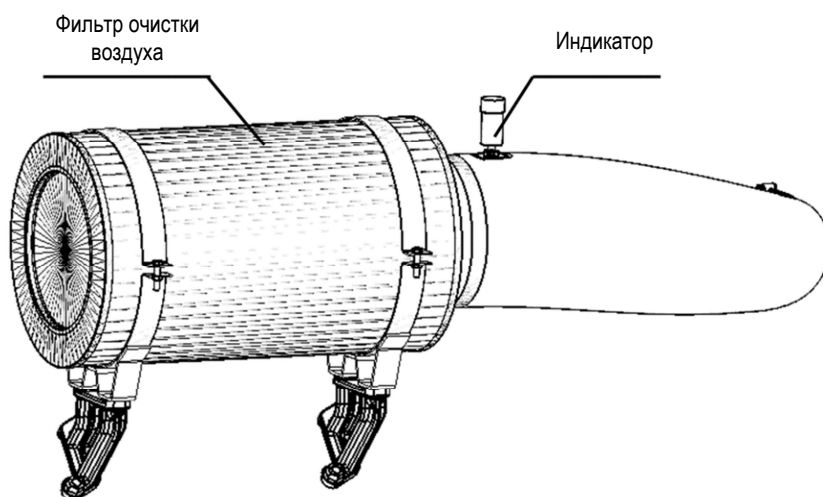

Рисунок 5-7 Воздушный фильтр - проверка на засорение
1) Проверьте, не горит ли индикатор воздушного фильтра красным цветом, красный цвет означает, что фильтрующий элемент засорен, см. Рисунок 5-7.